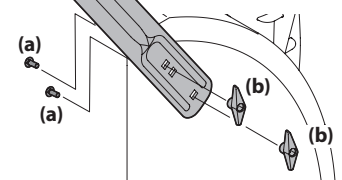

Figura 2-49
1. Retire los dos pernos de carro (a) y las tuercas de mariposa (b) que sujetan cada cortador de desplazamiento de nieve y retírelos de los lados de la caja de la barrena. Consulte Figura 2-49.
2. Gire los cortadores de desplazamiento de nieve y ubíquelos como se muestra en la Figura 2-49 hacia el exterior de la caja de la barrena.